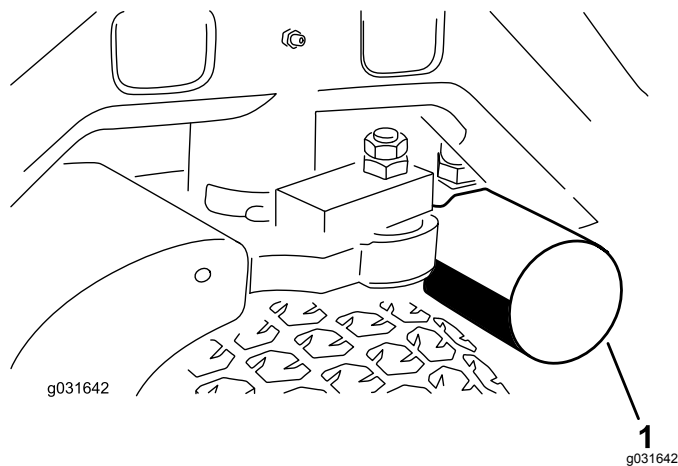
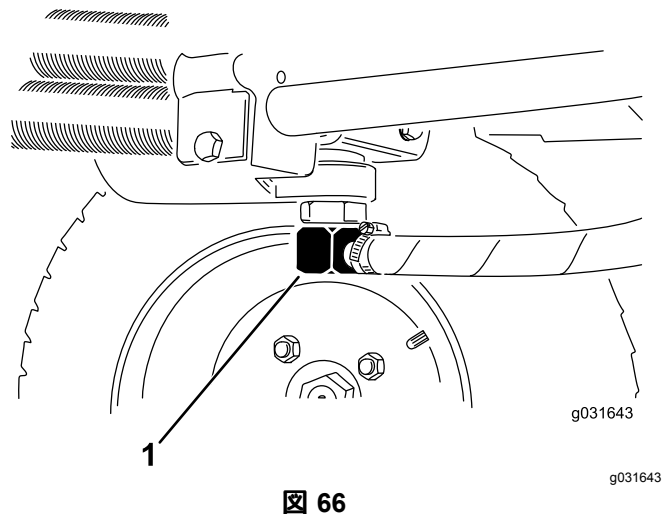

図 65
図 66
3. フィルタ取り付け部付近をきれいに拭い、下に容器を置き、フィルタを外す **図 65**。
2. 油圧ラインの接続部または油圧フィルタを外し、流れ出すオイルを容器に受ける **図 65** と **図 66**。
3. オイルが全部流れ出たらラインを元通りに接続する **図 66**。